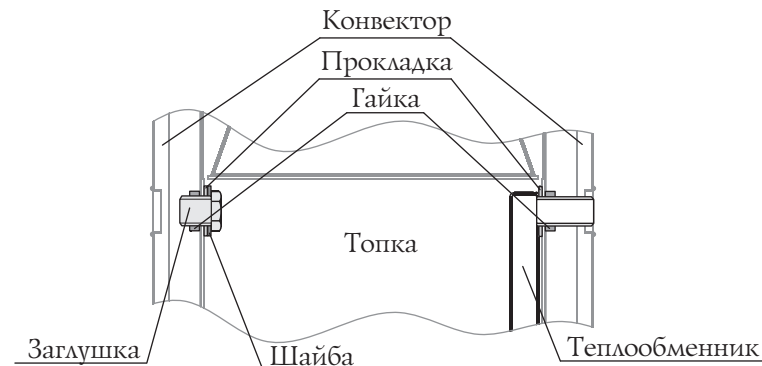

Рисунок 7. Демонтаж теплообменника и заглушек печи «Витрувия»
3. Снять теплообменник (рисунок 7) раскрутив гайки 2 шт. и вынув его из отверстий, прокладки остаются на штуцерах;